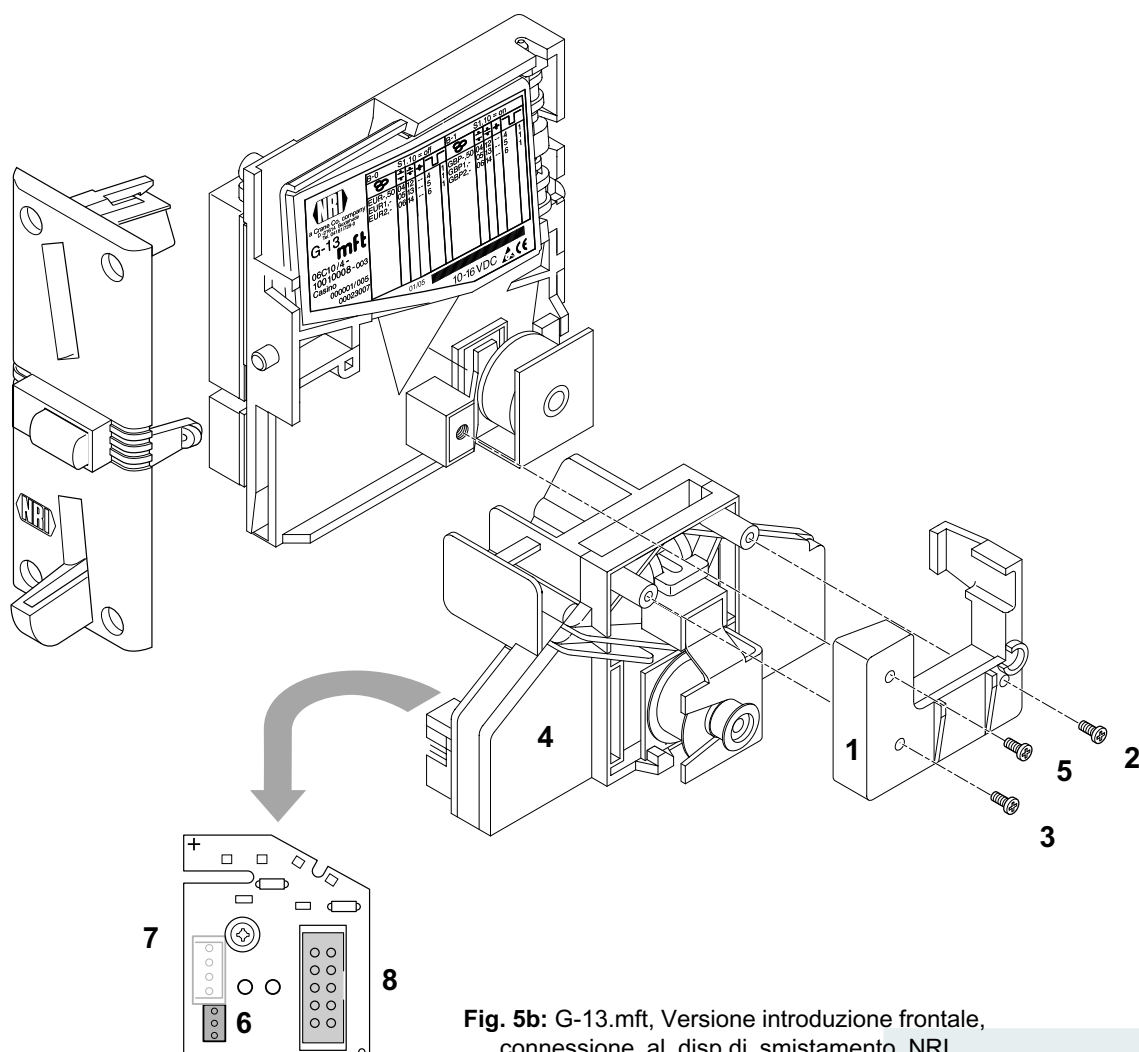

Fig. 5b: G-13.mft, Versione introduzione frontale, connessione al disp.di smistamento NRI
- 1 Fissare la piastra di fissaggio **1** event. con due viti **2** e **3** al dispositivo di smistamento **4** (vedi Fig. 5b).